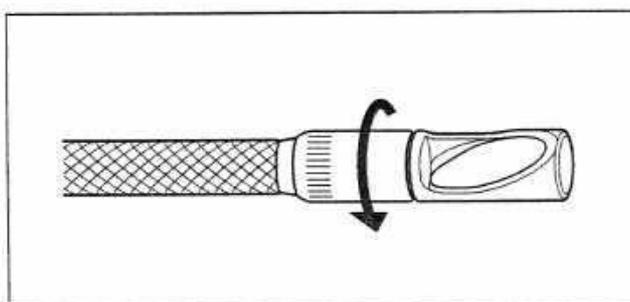

図 3.15
- スコープ本体に対して軽く押し込みながら側視ミラーアダプターのナットを時計回りに回して第2ねじ部を接続ねじ部に取り付けます。ナットは確実に止まるまで締め付けます（図 3.15 参照）。